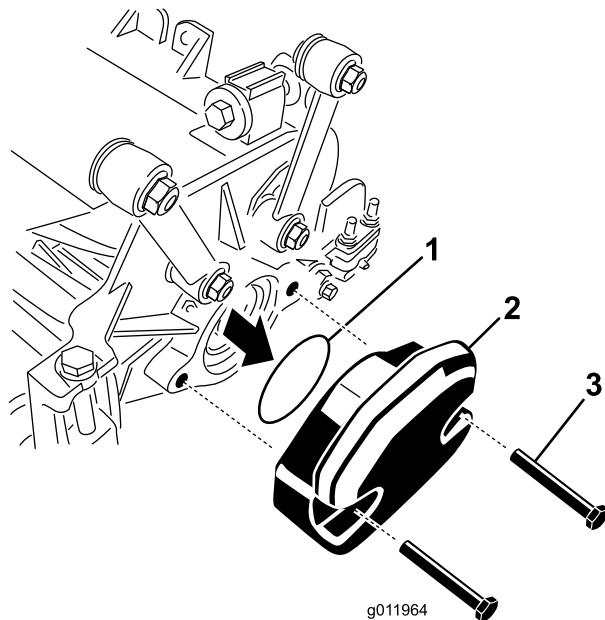

Bild 23
2. Nehmen Sie den Ballast und den O-Ring (Bild 23) vom inneren Ende des rechten Mähwerks ab.